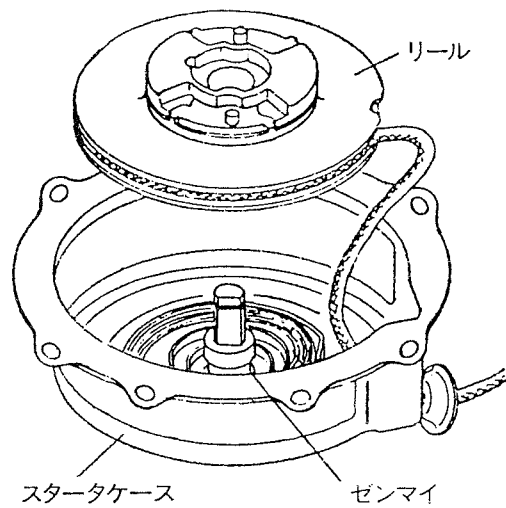

Fig 10-3
- (4) Fig 10-3の様にスタータケースより、リールを取り出して下さい。